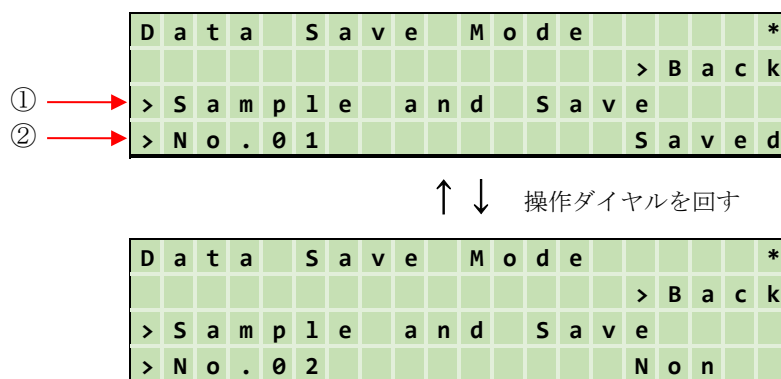

図 8.20 スナップショット画面
スナップショット画面（図 8.20）で保存場所の矢印（>）を選択することにより、スナップショット保存先選択画面を表示します。数値にカーソルを合わせて操作ダイヤルを押下し、操作ダイヤルを回して保存先を選択します。
① 保存状態
スナップショットを保存する場所と保存状態を表示します。（図 8.20 の②と同内容）